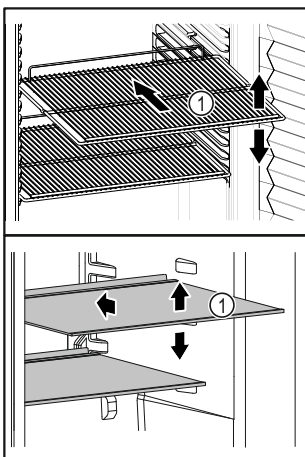

Fig. 9 Beispielhafte Darstellung
- ❑ Wenn Ablageflächen Fig. 9 (1) versetzbar sind, Ablageflächen je nach Höhe anpassen.